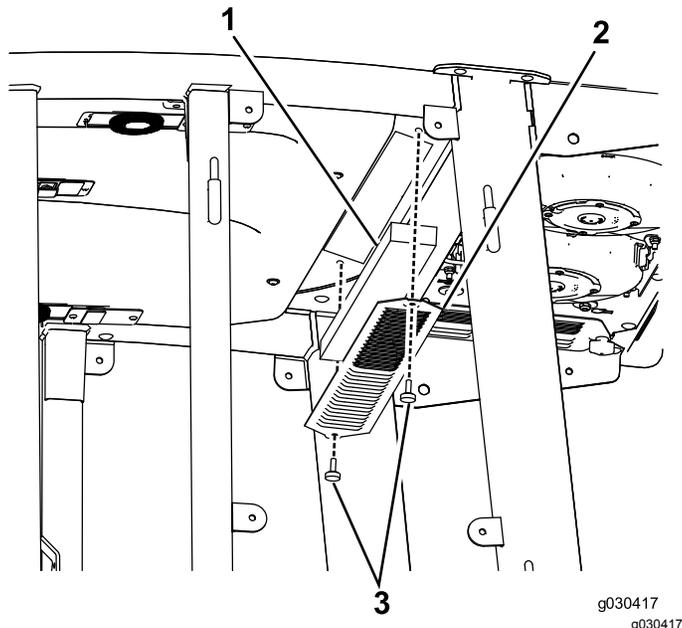

Figura 22
1. Retire los tornillos y las rejillas que cubren el filtro interior de la cabina y el filtro que está detrás de la cabina (Figura 22).